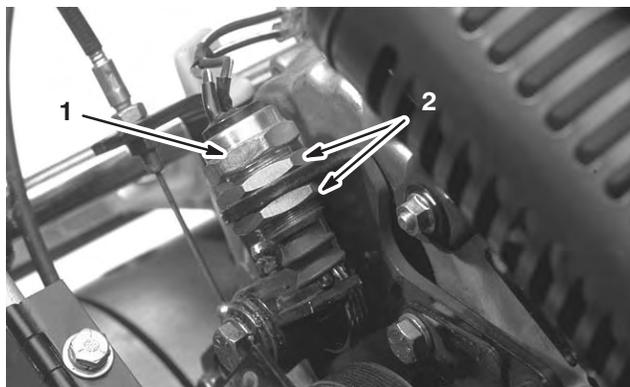

Figure 44
2. Desserrez les 2 écrous de fixation du contacteur (Fig. 44) et déplacez le contacteur jusqu'à ce que le plongeur soit enfoncé de 0,3 à 0,6 cm (contacteur fermé).